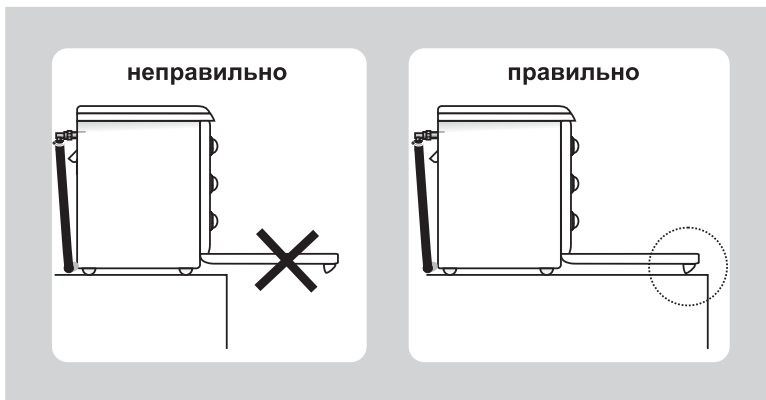

Рис.3
- Чтобы избежать опрокидывания, не ставьте плиту на край стола (рис.3).